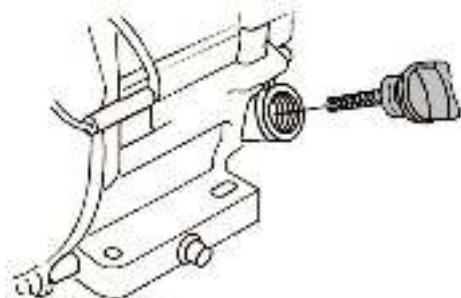

Рис. 17 Крышка-щуп маслосазливной горловины
2. Открутите крышку-щуп маслосазливной горловины и извлеките щуп (Рис. 17).
2. Выкрутите крышку-щуп маслосазливной горловины и извлеките щуп (Рис. 17).